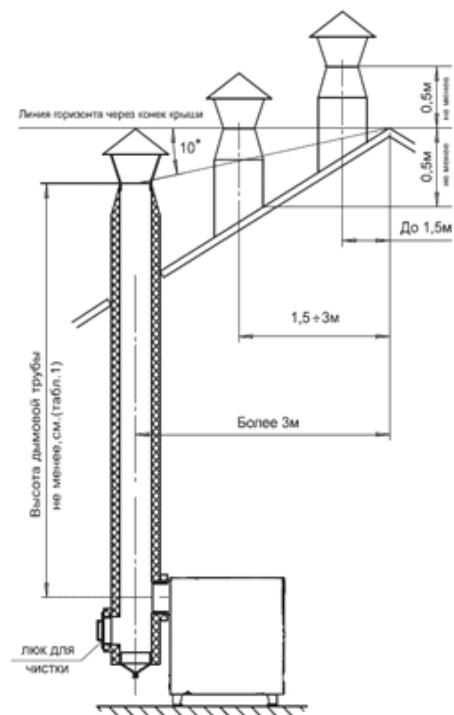

Рис. 3 Варианты установки дымовой трубы
- Установка котла и монтаж дымовой трубы должны проводиться в соответствии со СНИП 41-01-2003 как показано на рис. 3.